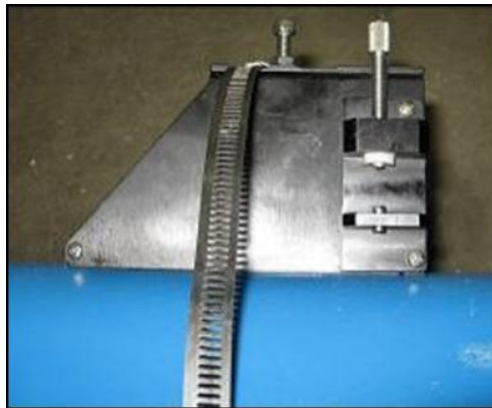

图 17 固定探头盒
- 1) 用钢带把探头盒固定在处理过的管道上，如下图 17。